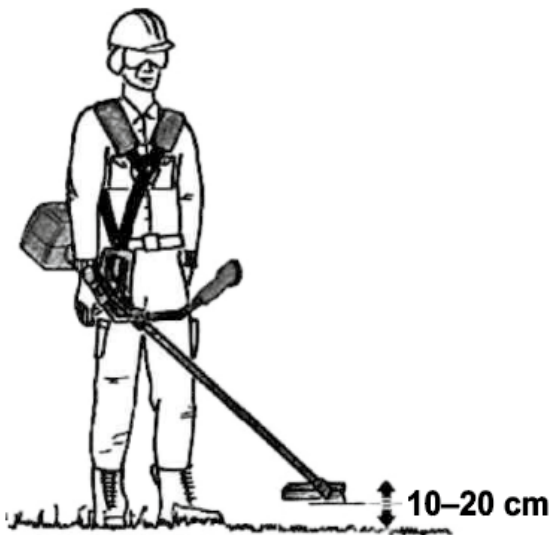

Рисунок 7. Регулювання наплічного пасового підвісу.
- послабити кріплення скоби і відрегулювати її рухом вгору-вниз до оптимального балансу мотокоси; балансування мотокоси та регулювання пасів підвісу виконано вірно, коли різальний інструмент розташований на відстані 10–20 см від поверхні землі (див. рис. 7);